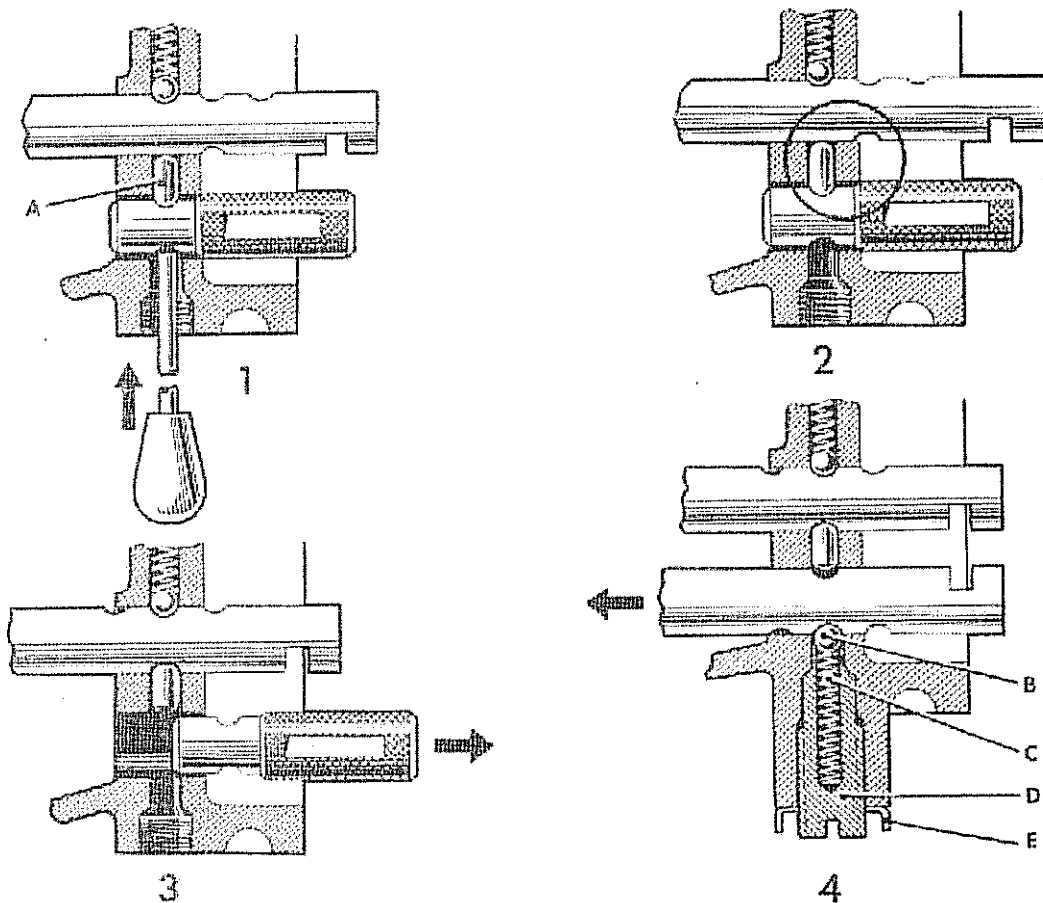

Fig. 243
2) Colocar la herramienta B.VI. 04 en el alojamiento de pasaje del eje de 1ra. y marcha atrás e introducir a través de la misma el pulsador de inmovilización (A), empleando la herramienta pulsadora según se indica (vista 1, Fig. 243).
De acuerdo a lo explicado en el párrafo anterior, una muesca practicada en el eje de 2da. y 3ra. permite introducir totalmente al pulsador de inmovilización y por lo tanto permite retirar la herramienta (vista 3, Fig. 243).
De esta manera, se está en condiciones de introducir el eje de primero y marcha atrás, en el sentido indicado por la flecha (vista 4, Fig. 243).
3) El mecanismo de traba de las horquillas debe completarse montando la balilla (B) y el resorte (C) correspondiente al eje de la 1ra. y marcha atrás. Enrosca luego el tapón de inmovilización (D), después de haber empapado la rosca del mismo con cemento sellador. Es de suma importancia frenar el tapón de inmovilización, mediante la contratuerca (E), para evitar que este se afloje (ver vista 4, Fig. 243).